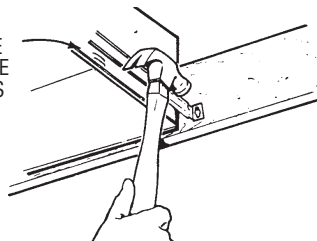

FIG. 9
12. Fixez le clapet/raccord de conduit sur le boîtier. Assurez-vous que les pattes sur le raccord de conduit s'emboîtent dans les fentes du boîtier. (La partie supérieure du clapet/raccord de conduit sera à ras avec la partie supérieure du boîtier.) (FIG. 9)